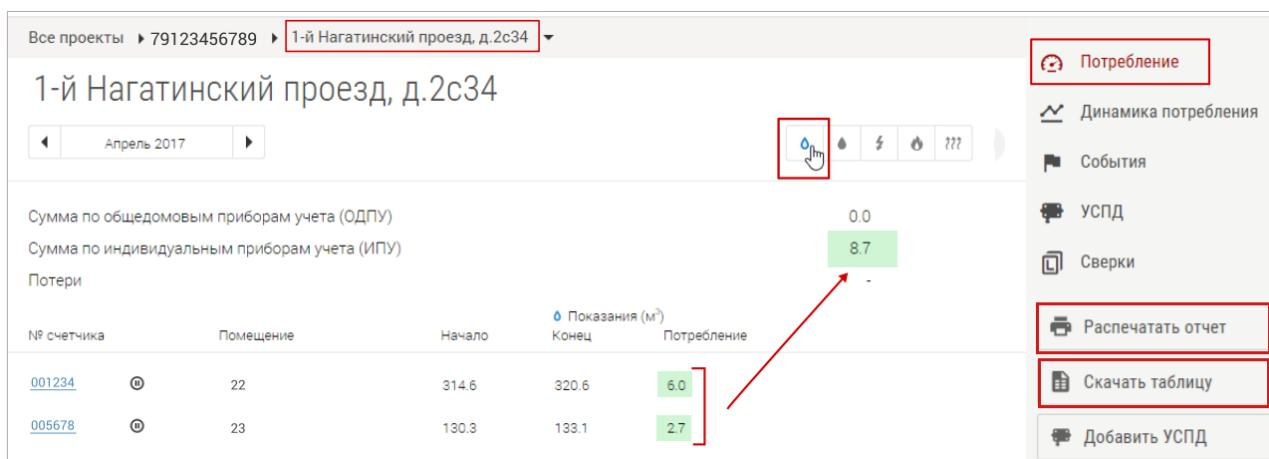

Рис. 32. Суммарный расход ресурса по счётчикам одного типа.
- Расход потребления по каждому счётчику одного типа и суммарный расход по всем счётчикам одного типа за выбранный период: меню **Проект** → **Объект** → **Потребление** (Рис. 32).
Например: на Рис. 32 можно увидеть объем потребления холодной воды за апрель 2017 года по каждому счётчику на объекте (6.0м³ и 2.7м³), а также суммарный расход по всем счётчикам (8,7м³).